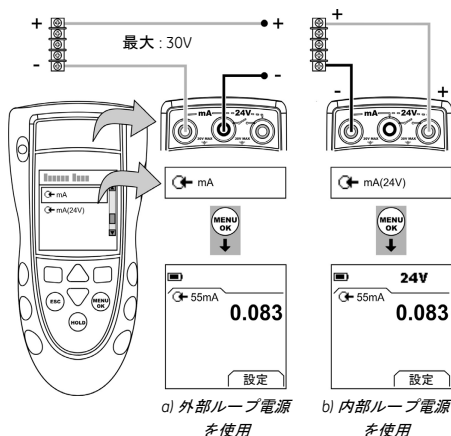

図5：構成例 - mA 測定
1. 本計器を接続し (図 5)、必要に応じてセットアップ (表 1) を行います。